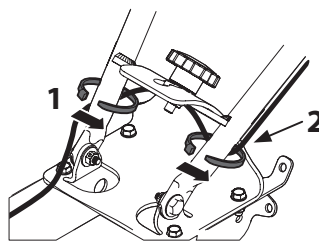

Figure 9
2. Passez le fil derrière le côté droit du guidon et fixez-le, sous le point de pivotement du guidon, avec les câbles d'embrayage, en utilisant une attache de câble. Voir 1 dans la Figure 9.
3. Retenez le fil au guidon gauche, sous le point de pivotement du guidon, avec une attache. Puis, passez le fil sur le guidon gauche. Voir 2 de la Figure 9.